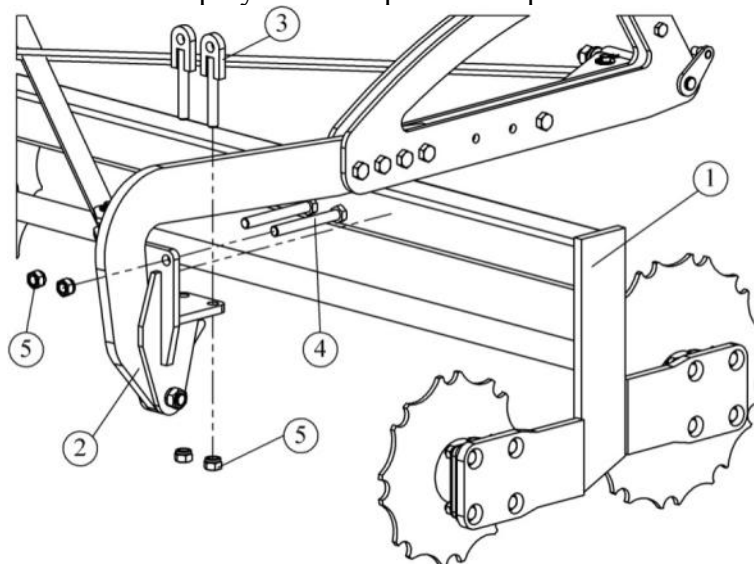

Рис. 4.5. Установка катков.
4.7. Установите блоки катков (поз. 1, рис. 4.5) на кронштейны (2) при помощи болтов (3) со шляпками с отверстием (M20x160) и болтов M20x170 (4) с гайками и шайбами пружинными (5). Малые катки должны располагаться сзади.